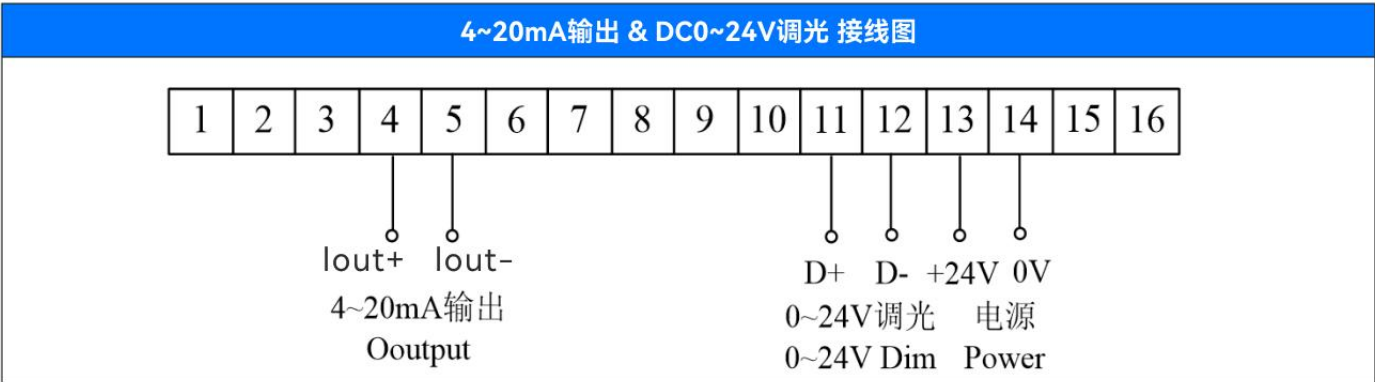

图2.7
7. 背光调节模式：手柄的薄膜采用冷光源设计，亮度可调节，调光模式包括电阻器调节（其中电阻器调光方式仅适配我司型号VDM-96调光器，阻值为2KΩ，接线如图1.5）、0~24V电压调节、PWM。对于0~24V调光信号，在0V时最暗，24V时最亮，注意调光信号和电源信号不可共用，否则会影响手柄信号输出，导致无法正常工作。接线图如图2.7所示。